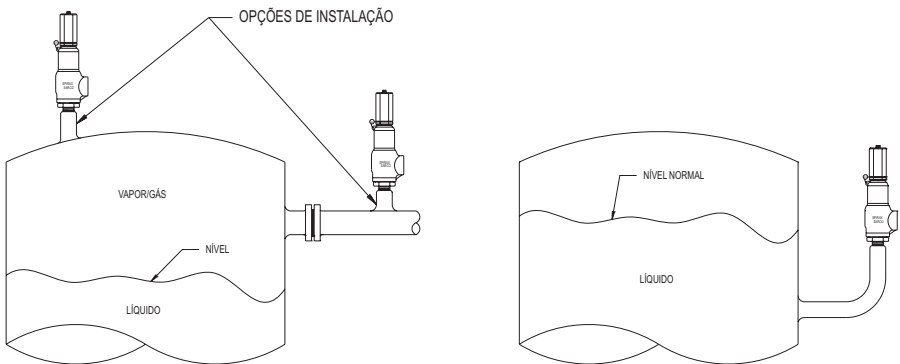

Figura 02
- Válvulas de Segurança e Alívio utilizadas em serviços com gases ou vapores, devem ser instaladas no vaso, na área de vapor/gás acima do nível de qualquer líquido contido, ou na tubulação conectada à esta área do vaso a ser protegido. Válvulas de Segurança e Alívio utilizadas em serviços com líquidos, devem ser instaladas abaixo do nível normal do líquido. (código ASME Seção VIII, UG135(a) **(Figura 02)**)